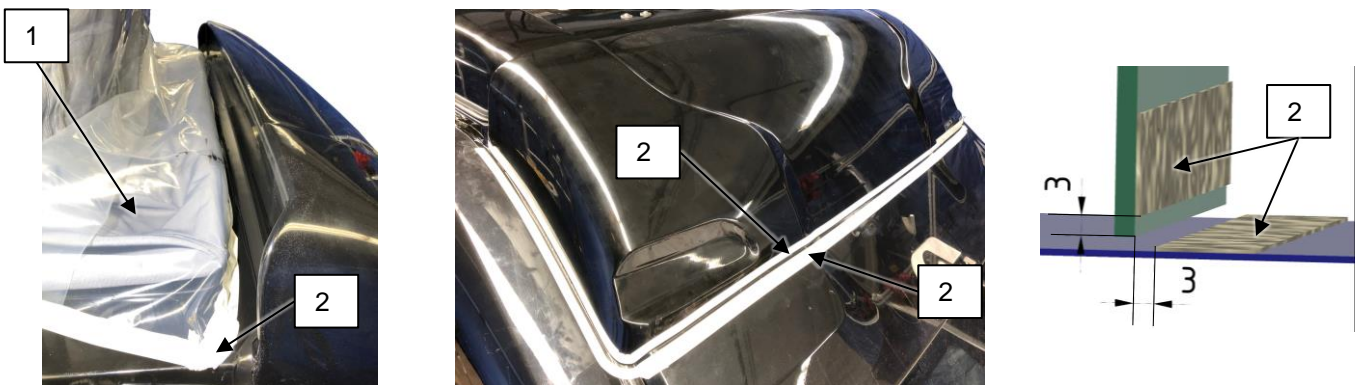

Abb. 5-1: Abkleben der Dichtnaht / Masking of the sealing seams [G0001642]
- Der Zeltbalg sollte durch Folie (s. Abb. 5-1, 1) und Klebeband (2) geschützt werden
- Am Frontspoiler sollte die Dichtnaht abgeklebt werden: Hierzu das Klebeband (2) mit einem Abstand von min. 3 mm zu dem Spalt auf dem Frontspoiler und dem Fahrzeugdach anbringen
- *The canvas should be protected by foil (see Abb. 5-1, 1) and adhesive tape (2)*